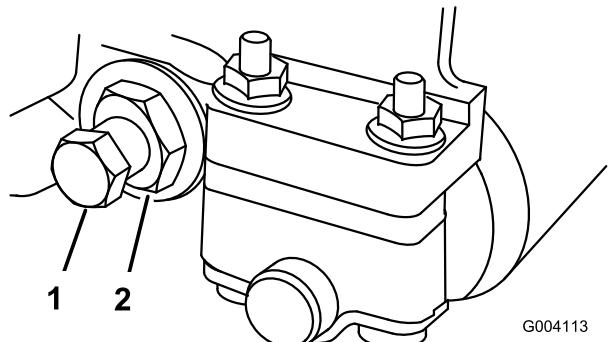

Figure 58
2. Faites sortir l'écrou de tension du ressort jusqu'à ce que la rondelle ne soit plus tendue contre la barre d'appui (Figure 58).
3. De chaque côté de la machine, desserrez l'écrou de blocage qui maintient le boulon de la barre d'appui (Figure 58).